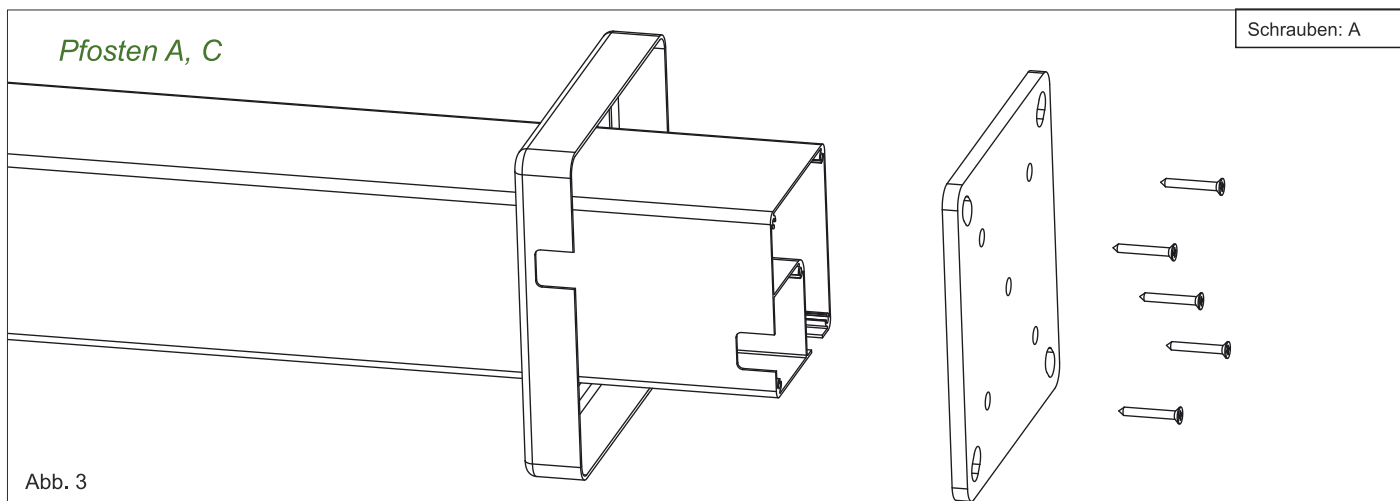

Abb. 3
1.2 Verschrauben Sie die Pfostenmontageplatten mit den Pfosten zusammen. Benutzen Sie die (A) ST 4,2x30 Phillips-Senkkopf-Schneidschrauben. Bitte entscheiden Sie ob Sie die Abdeckkappen mit verbauen möchten oder nicht. In dem Fall, wenn diese mit verbaut werden, sollen diese vor der Montage der Träger, auf den Pfosten geschoben werden. Siehe Abb. 3.